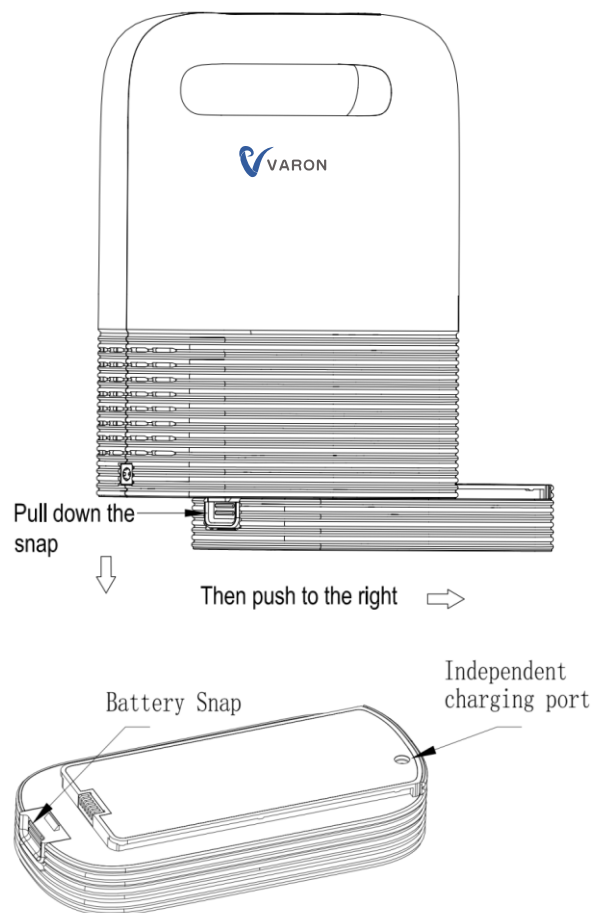
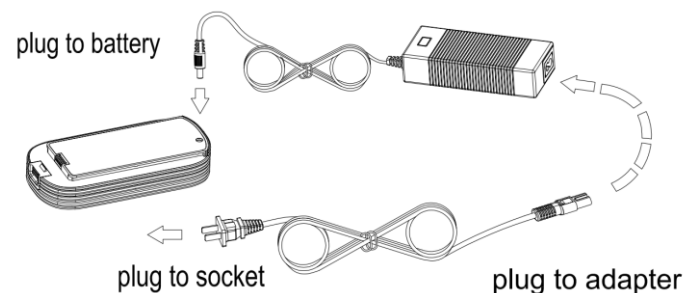
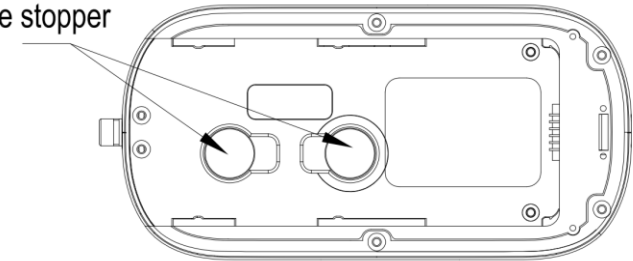

図3--電池交換と使用の概略図
図7--電池単体の充電図
図8-機械の下部図
- ① 図7に示すように、交流アダプタを接続してバッテリーを充電します；
- ② 図3のように電池を取り出し、図7のように交流アダプタを接続して充電します；
交換方法：図3のように電池を取り出し、機械を仰向けにしてから、図8に示した2つのシリコン栓を外します。その後、中に入った吸気用の円形フィルターは見えます。ピンセットで取り出し新しい吸気濾過綿をセットしシリコンを元の位置に戻します。